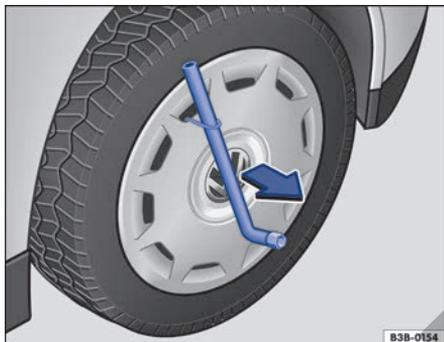

Fig. 233 Desmontar el tapacubos integral.
- Introduzca la llave de rueda por el gancho de alambre → fig. 233 y tire del tapacubos en el sentido de la flecha.